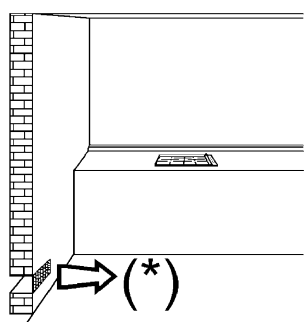
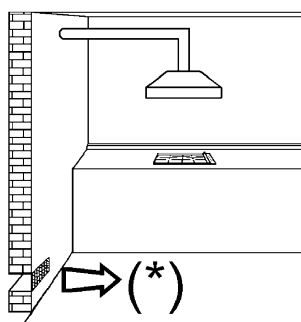
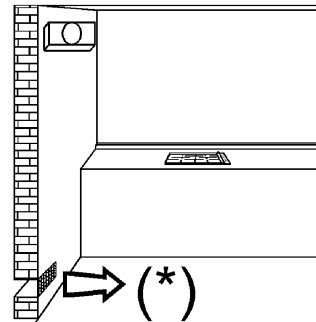

Рис. 3
Рис. 4
Рис. 5
- При сгорании газа выделяется тепло и влажность. Поэтому в помещении необходимо обеспечить хорошую циркуляцию воздуха, не загораживать отверстия для естественной вентиляции (рис. 3) и включить вытяжку (вытяжной колпак или электрический вентилятор, рис. 4 и 5).
Для правильного функционирования прибора необходимо, чтобы помещение, где он устанавливается, постоянно вентилировалось. Количество воздуха должно быть достаточным для нормального сжигания газа и вентиляции помещения, объем которого должен быть не менее 20 м³. Естественный приток воздуха должен происходить напрямую через вентиляционные отверстия в стене, выходящие наружу и имеющие сечение не менее 100 см² (рис. 3). Эти отверстия должны быть расположены таким образом, чтобы доступ воздуха в них всегда оставался открытым. Разрешается также применение непрямой вентиляции из помещений, прилегающих к кухне, при условии соблюдения действующих норм.
Продукты сгорания, образующиеся при приготовлении пищи на газовых приборах, должны обязательно удаляться при помощи вытяжек, соединенных с вентиляционными трубопроводами, дымоходами или с отверстиями, выходящими наружу. Если нет возможности использовать вытяжку, допускается использование вентилятора, устанавливаемого на окне, или на выходящей на улицу стене (рис. 4). Этот вентилятор (рис. 5) должен включаться одновременно с прибором, при этом обязательно должны соблюдаться действующие нормы.